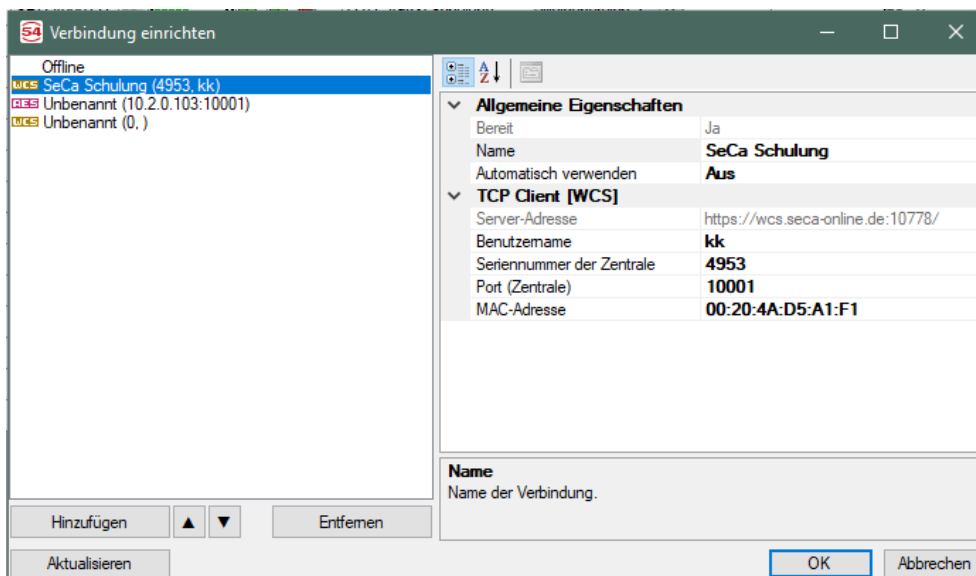

Abbildung 65: Verbindung einrichten.
2. Bitte tragen Sie unter den allgemeinen Eigenschaften einen Namen für die Verbindung (z.B. SeCa Schulung), unter TCP Client (WCS) den Benutzernamen Ihres Benutzerzugangs (z.B. kk), die Seriennummer der Funk-Brandmeldezentrale SRC 4000 (z.B. 4953) und die MAC-Adresse des Gateways (s. Abb. 65) ein.